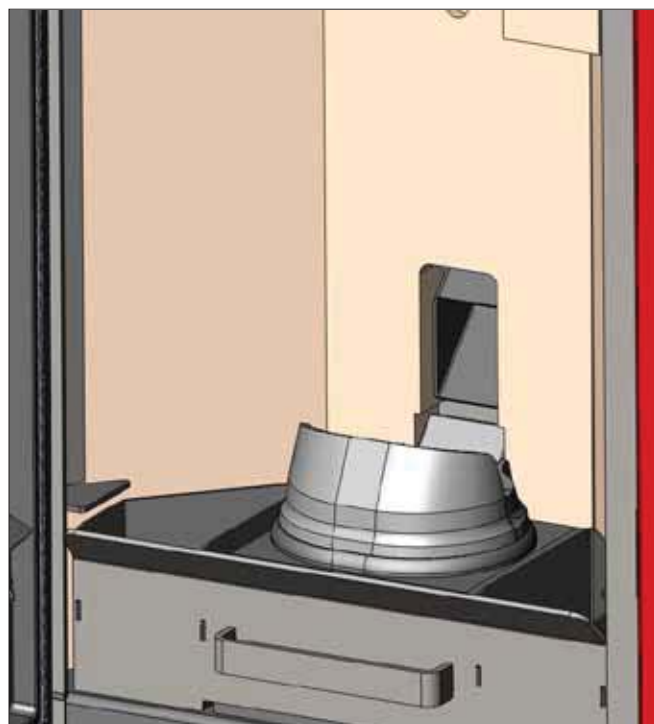

fig. 2
**Por isso antes da ligação da estufa, certificar-se que os recipientes sejam acoplamento correctamente como indicado na (fig. 2) sem presença de cinzas ou incombustos no perímetro de apoio.**